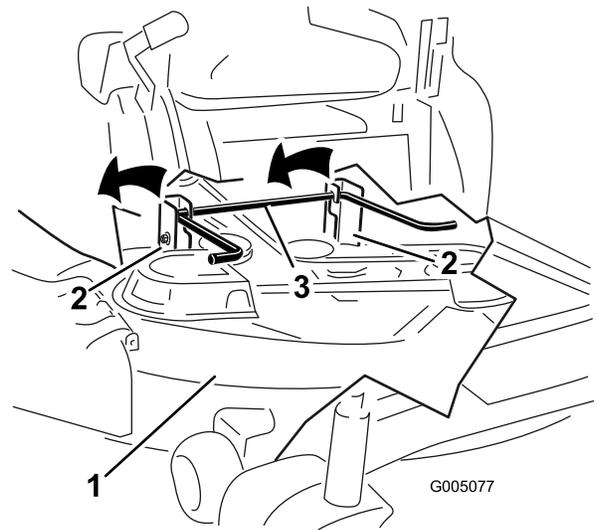

Bild 44
5. Heben Sie das Mähwerk und die Hängeprofile über die hintere Hubstange und senken Sie das Mähwerk vorsichtig auf den Boden ab (Bild 44).
- Heben Sie das Heck des Mähwerks an und führen Sie die Hängeprofile über die hintere Hubstange (Bild 44).